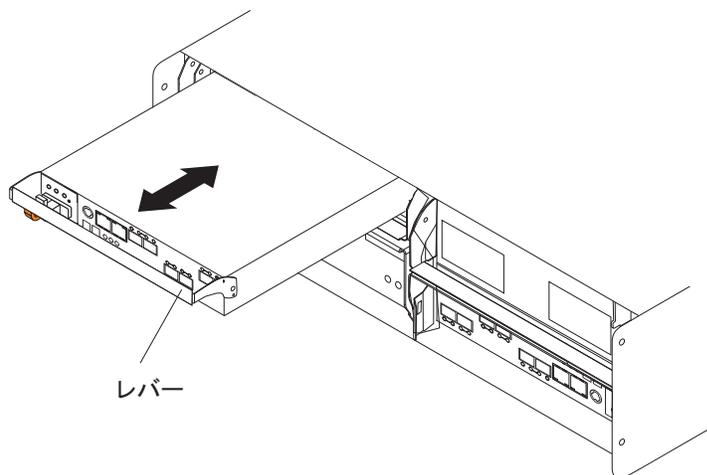

図 77. DS5020 からのコントローラーの取り外し
9. シャーシからレバーをゆっくりと手前に引いて、コントローラーをベイから取り外します。コントローラー・レバーを解放する際には両手を使用してください。144 ページの図 77 に、ストレージ・サブシステム・シャーシからスライドするコントローラーを示します。